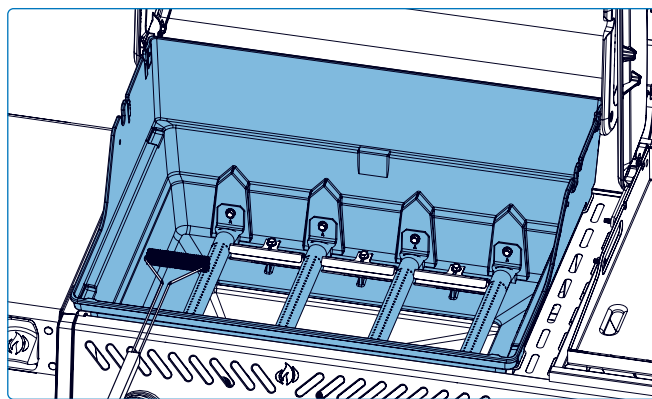

Fig. 23
1. Grattez votre bac d'égouttement à l'aide d'un couteau à mastic ou d'un grattoir (**fig. 23**).